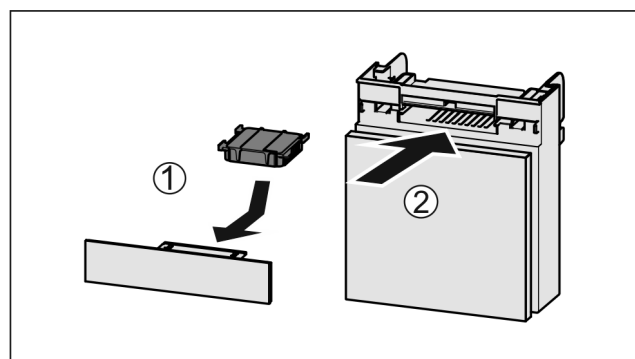

Fig. 56
- Inserire il vano Fig. 56 (2).